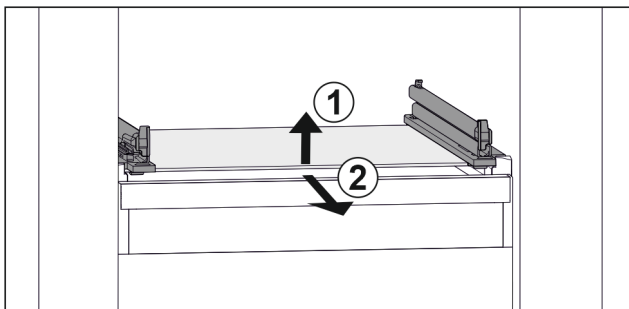

Fig. 30 Voorbeeldweergave van glasplaat
- ▶ Glasplaat aan de voorkant optillen. Fig. 30 (1)
- ▶ Glasplaat naar voren toe verwijderen. Fig. 30 (2)